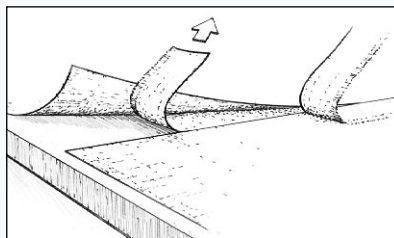

Figure 27 Retirer l'extrémité découpée du dessus et soulever le côté opposé pour retirer l'extrémité découpée du dessous.
- c) Retirez l'extrémité découpée du dessus et soulevez le côté opposé pour retirer l'extrémité découpée du dessous (*Figure 27*).